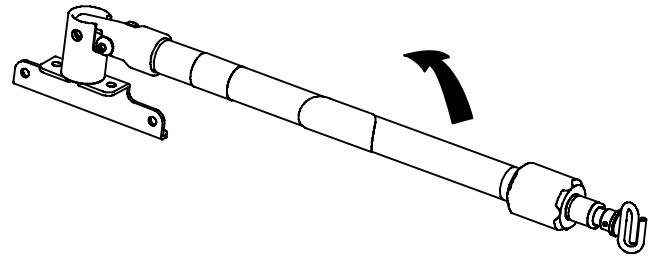

Figura 24 – Posición de almacenamiento de la percha i.v. de tres fases
1. Levante y gire la percha i.v. desde la posición de almacenamiento. Empuje hacia abajo hasta que la percha i.v. se bloquee en su receptáculo (A).
2. Para elevar la altura de la percha i.v., gire el collarín de bloqueo (B) en sentido antihorario y tire hacia arriba de la parte telescópica (C). Suba la percha i.v. hasta la altura deseada.
3. Gire el collarín de bloqueo (B) en sentido horario para bloquear la parte telescópica (C) en su sitio.
4. Para elevar más la percha i.v., tire hacia arriba de la sección deslizante (D) hasta que engrane la pinza de muelle (E).
5. Cuelgue las bolsas de líquido i.v. en el gancho i.v. (F).
6. Para bajar la percha i.v., presione hacia dentro la pinza de muelle (E) y deslice la sección (D) hacia abajo, dentro de la sección telescópica (C). Gire el collarín de bloqueo (B) en sentido antihorario y deslice la parte telescópica (C) hacia dentro del tubo inferior.
7. Gire el collarín de bloqueo (B) en sentido horario para apretarlo.
8. Levante y haga pivotar la percha i.v. hacia abajo hasta la posición de almacenamiento (Figura 24).